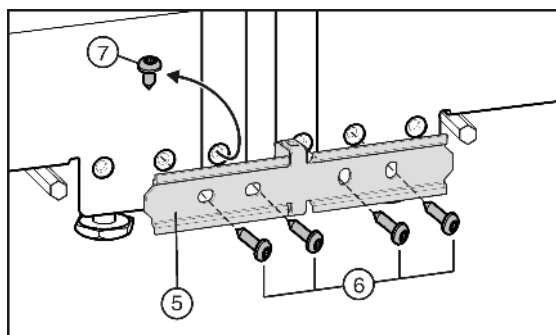

Fig. 6
- Если ваше устройство оснащено предварительно смонтированным винтом Fig. 6 (7). Выкрутите винт.
- Установите соединительный лист Fig. 6 (5) и закрепите его на одном устройстве с помощью двух винтов Fig. 6 (6).